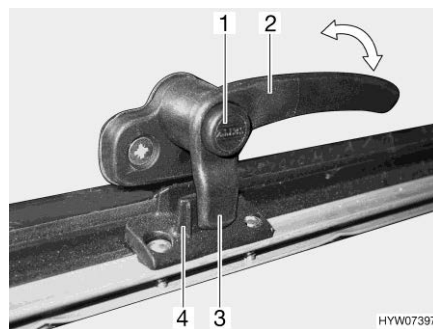
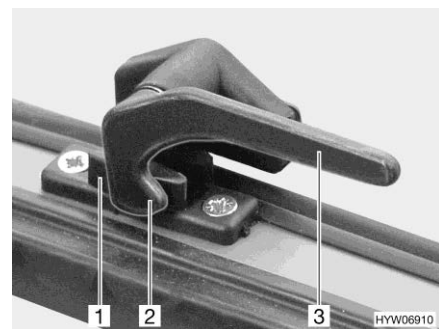

Fig. 117 Leva di serraggio con bottone di sicurezza in posizione "Chiuso"
Fig. 118 Leva di serraggio in posizione "Chiuso"
- Se presente, premere e tenere premuto il bottone di sicurezza (Fig. 117,1).
- Ruotare tutte le leve di serraggio (Fig. 117,2 o Fig. 118,3) di un quarto di giro verso il centro dell'oblò.
- Ruotare tutte le leve di serraggio (Fig. 117,2 o Fig. 118,3) di un quarto di giro verso il telaio. Il nasello di chiusura (Fig. 117,3 o Fig. 118,2) si trova sulla parte interna del bloccaggio dell'oblò (Fig. 117,4 o Fig. 118,1).
- In posizione "Completamente chiusa" (Fig. 117 e Fig. 118)